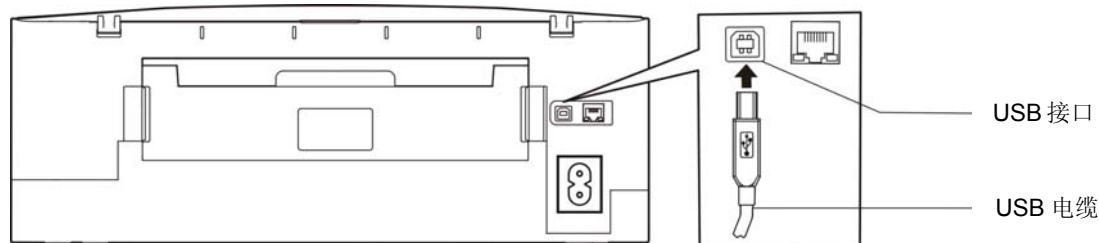
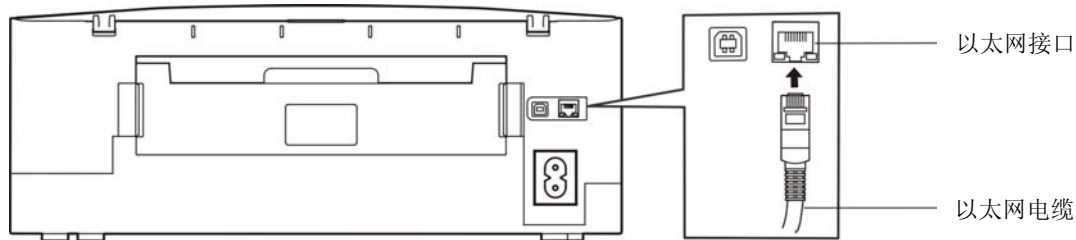

图 2-8 连接 USB 电缆
图 2-9 连接以太网电缆
本喷墨打印机可配置 USB 接口、以太网接口或 Wi-Fi（产品的具体接口配置，以实物为准）。请根据需要，把喷墨打印机与计算机相连（如图 2-8 和图 2-9 所示）。
2. 将 USB 电缆的方型插头插进打印机的 USB 接口插座中（如图 2-8 所示）。
将以太网电缆的 RJ-45 插头一端插进打印机的以太网接口插座中，另一端插头连接到局域网的接入端（如图 2-9 所示）。